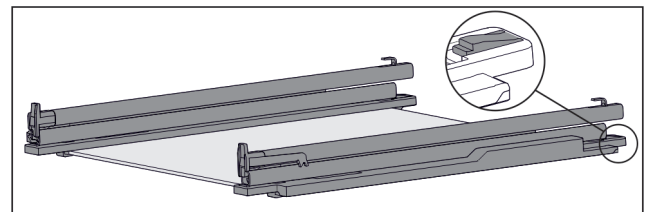

Fig. 120 Glasplatte mit Schienen und Halteteilen
- ▶ Halteteil hinten herunterdrücken (siehe Fig. 120) und gleichzeitig Schiene nach hinten schieben.